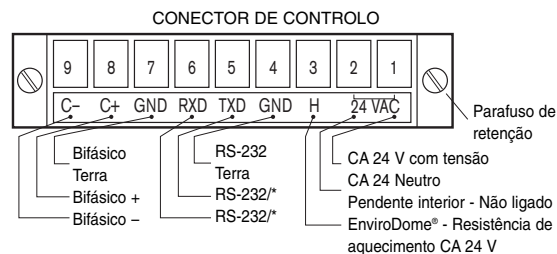

Figura 1
- 5.2.7. Descarne os fios e ligue os conectores apropriados aos fios descarnados, apertando bem os parafusos em seguida (consulte FIGURA 1).